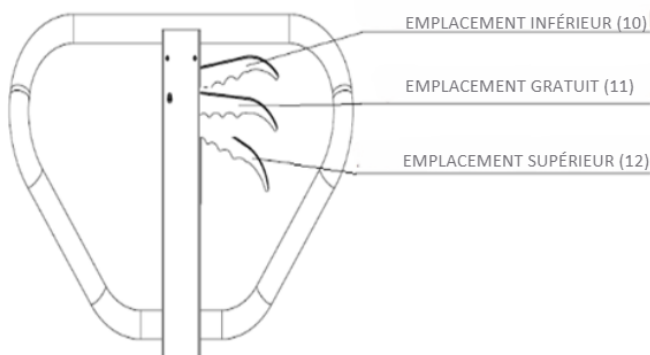

Figure 5
- Lorsque la commande de contrôle (voir Figure 5, position numéro 12) est placée en position de levage, le transpalette sera en position de levage. En déplaçant le levier de levage vers le haut ou vers le bas, le transpalette lèvera les fourches.
- Lorsque la commande de contrôle (voir Figure 5, position numéro 11) est placée en position libre, le transpalette se déplacera. En déplaçant le levier de levage vers le haut ou vers le bas, le transpalette ne lèvera ni ne descendra les fourches. Ensuite, vous pouvez utiliser le transpalette pour transporter des charges.
- Lorsque le levier de levage (voir Figure 5, position numéro 10) est placé en position libre, les fourches du transpalette seront également libres. Pendant ce temps, les fourches du transpalette descendront automatiquement.
- ▶ Après l'assemblage du transpalette, lorsque vous déplacez le levier de levage vers le bas et vers le haut, actionnez le levier de commande (voir figure 5) dans différentes positions pour effectuer les fonctions de levage, de descente et de libération. Vérifiez si le fonctionnement dans différentes positions est normal.